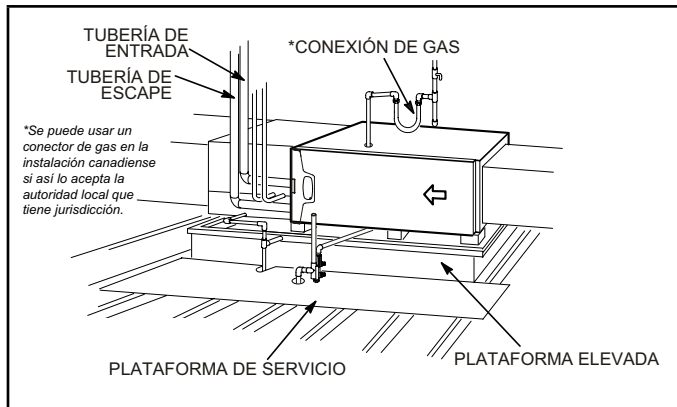

Figura 19
Este calefactor puede instalarse ya sea en un ático o en un espacio entre plantas. Ya sea cuelgue el calefactor de los travesaños del techo o de las vigas del piso, tal como se muestra en la Figura 18, o instálelo sobre una plataforma, tal como se muestra en la Figura 19. Se puede ordenar un kit de suspensión horizontal (51W10) de Lennox o usar un equivalente.
- 2 - Construya un marco de madera elevado y cúbralo con una lámina de madera terciada. Si la unidad se instala arriba del espacio acabado, fabrique un colector de drenaje auxiliar a ser instalado debajo de la unidad. Coloque la unidad en el colector de drenaje como se muestra en la Figura 19. Deje 8 pulgadas de espaciamiento de servicio debajo de la unidad para la trampa de condensado.